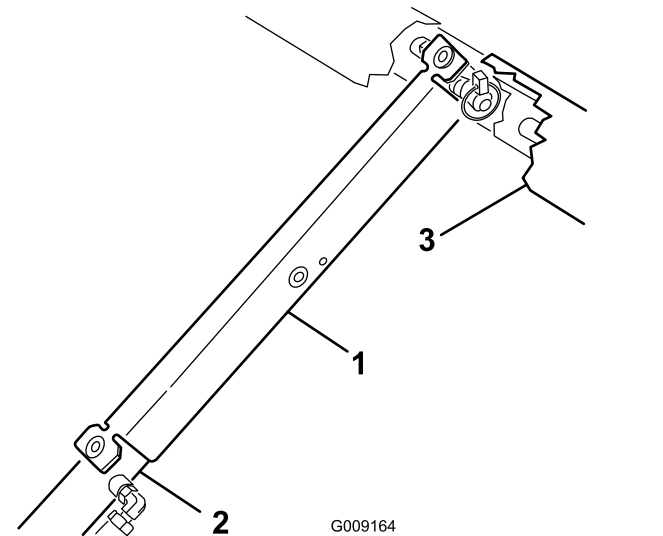

Figura 33
3. Empuje el soporte de la plataforma sobre la varilla del cilindro, asegurándose de que los extremos del soporte descansan sobre el extremo del cilindro y sobre la rótula de la varilla del cilindro (Figura 33).